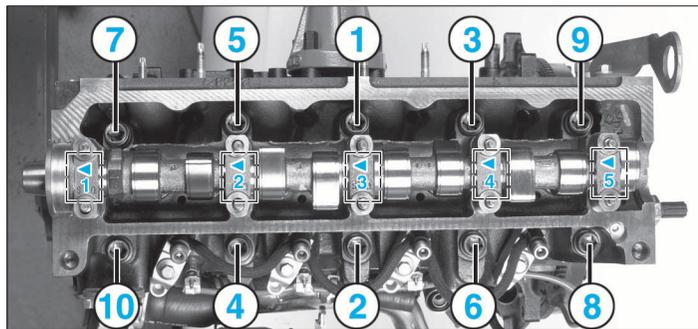

FIG. 39
- serrer les vis de culasse en respectant l'ordre et le couple de serrage prescrits, sans les huilées (Fig.39).